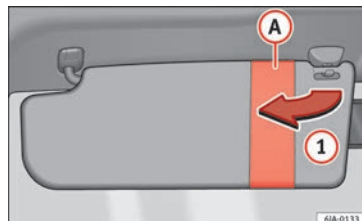
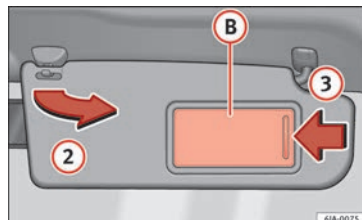

Abb. 138 Sonnenblende für den Fahrer
Abb. 139 Sonnenblende für den Beifahrer
Die Sonnenblenden für den Fahrer und Beifahrer können aus der Halterung in der Fahrzeugmitte herausgezogen und in Pfeilrichtung **1** **» Abb. 138** bzw. **2** **» Abb. 139** zu den Türen geschwenkt werden.
Die Sonnenblende für den Beifahrer ist mit einem Make-Up-Spiegel **ⓑ** mit Abdeckung ausgestattet. Schieben Sie die Abdeckung zum Öffnen in Pfeilrichtung **③** » **Abb. 139**.